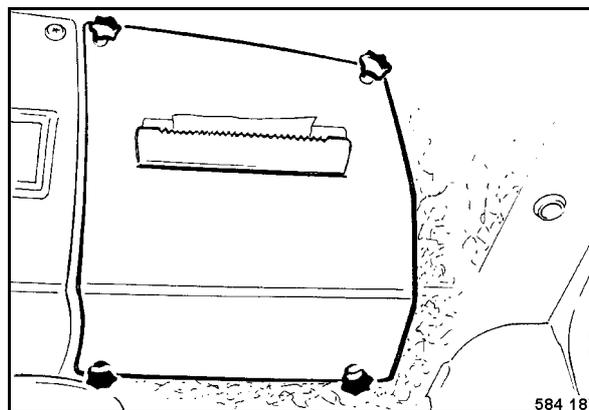

Рис. 108
- Вывернуть рукоятки в форме звездочки (Рис. 108) и снять крышку.